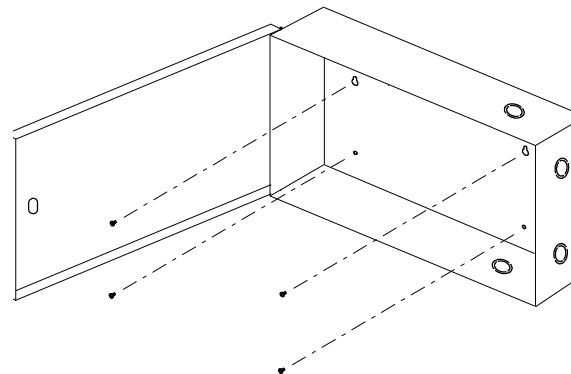

Figure 4: Boîtier d'alimentation
Le boîtier de l'alimentation est illustré à la figure 4 (pour plus de clarté, l'alimentation n'est pas représentée).
2. En utilisant le boîtier d'alimentation comme modèle, marquez les emplacements des trous de montage arrière comme indiqué dans la figure 4. Veillez à ce qu'au moins un côté soit au-dessus d'un montant mural.